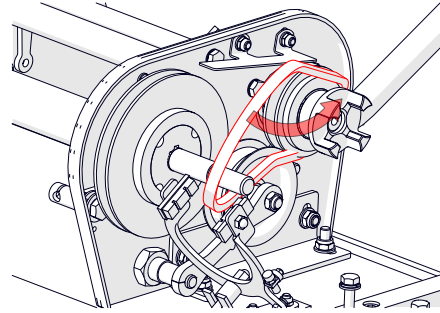

Fig. 17G – Substitua a correia da transmissão.
8. Retire as correias e substitua (se necessário) (Fig. 17G).